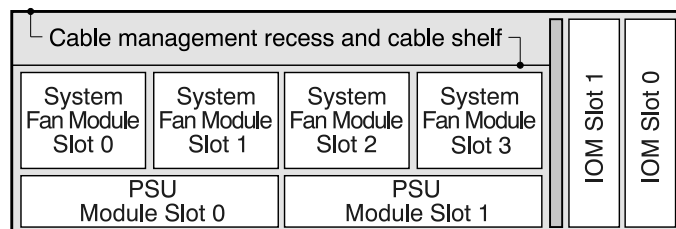
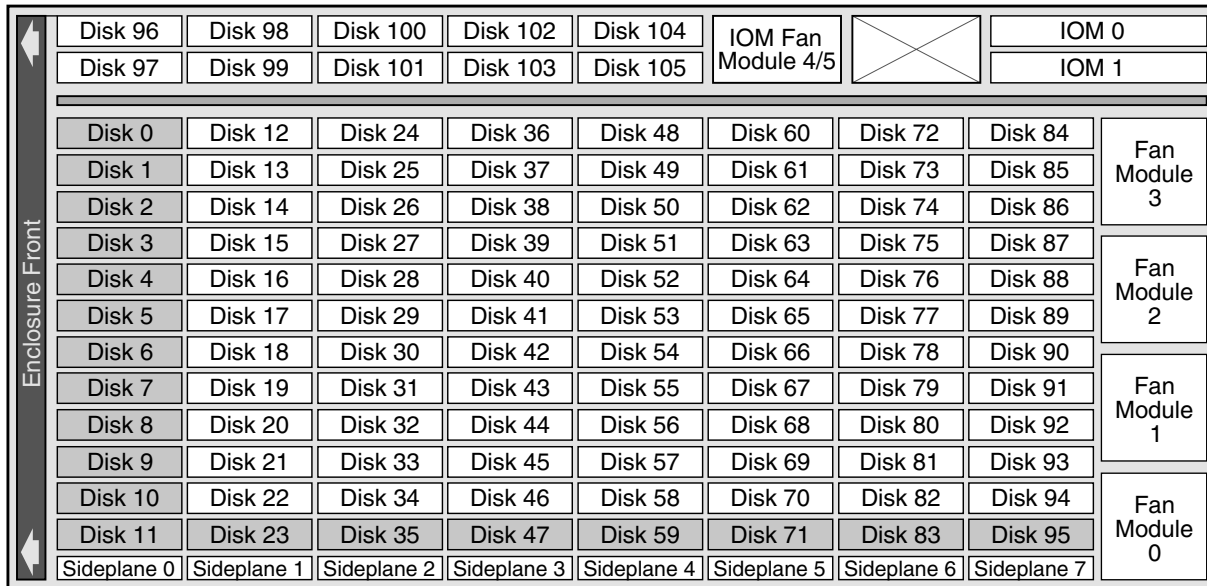

Figura 5. Alojamiento Modelo 106 - diagrama de índice de ranuras de módulo de panel posterior
Figura 11. Alojamiento Modelo 106 – módulo de panel superior - diagrama de índices de ranura
Consulte Figura 5 para ver un diagrama conceptual que muestra la indexación de ranura de módulo vista desde el panel posterior.
La Figura 11 en la página 14 proporciona un diagrama conceptual de la numeración de índices de ranura de módulo visto desde la parte superior de un alojamiento Modelo 106 con todas las cubiertas quitadas. Para ver la disposición de las ranuras del módulo de PSU, bajo las ranuras de ventilador de sistema, consulte Figura 5 en la página 11.
El Modelo 106 se ha diseñado para utilizarlo con una carga completa de discos; sin embargo, también puede rellenarse de forma parcial. En la Figura 11, las ranuras de disco de color gris indican una colocación mínima de módulos de disco por motivos de alimentación y refrigeración. Estas ranuras deben llenarse en todos los casos. El acrónimo DDIC (unidad de disco en portadora) se utiliza como sinónimo de módulo de unidad de disco.
El Modelo 106 no se entrega con módulos de unidad de disco preinstalados. Al instalar módulos de unidad de disco, tenga en cuenta el índice de números de ranura que se muestra en la Figura 11. Se aplican las siguientes reglas a la hora de rellenar el alojamiento Modelo 106 con discos que tengan una potencia de unidad máxima de 12 vatios por ranura:
- Llene la disposición mínima de ranuras de disco indicada por las ranuras de disco de color gris en la Figura 11.
>>**Importante:** Si el alojamiento Modelo 106 está configurado con un único módulo de expansión, debe instalarse en la ranura de la OIM No.0 (como se muestra en la Figura 11 en la página 14). Un OIM vacío debe instalarse en la ranura adyacente (No.1). Esta configuración es necesaria para garantizar la circulación de aire suficiente a través del alojamiento durante el funcionamiento.